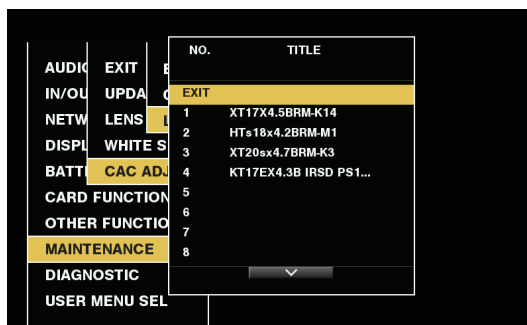

Fig. 1
- 2 Sous [LIST/DELETE], sélectionnez le numéro de la pièce d'objectif que vous voulez supprimer et appuyez sur la molette crantée (ou la touche <SET>). (Fig. 1)